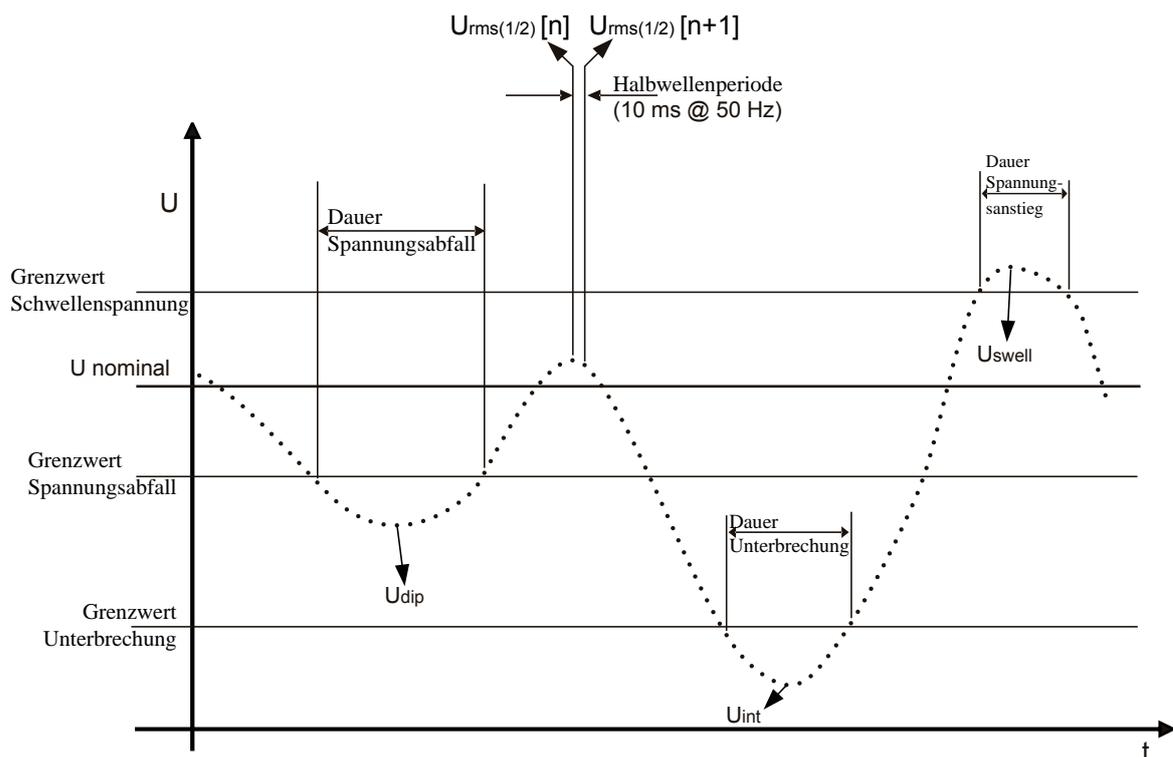

Abbildung 5.8 Definition Spannungsereignisse
- Bei Einphasensystemen beginnt ein Spannungsabfall, sobald die Spannung $U_{Rms(1/2)}$ den Schwellenwert für den Spannungsabfall unterschreitet, und er endet, wenn die Spannung $U_{Rms(1/2)}$ größer gleich dem Schwellenwert für den Spannungsabfall plus 2% der Hysteresespannung ist (s. Abbildung 5.8)
- Bei Einphasensystemen beginnt ein Spannungsanstieg, sobald die Spannung $U_{Rms()}$ den Schwellenwert für den Spannungsanstieg überschreitet, und er endet, wenn die Spannung $U_{Rms(1/2)}$ kleiner gleich dem Schwellenwert für den Spannungsanstieg plus 2% der Hysteresespannung ist (s. Abbildung 5.8)
- Bei Einphasensystemen beginnt eine Spannungsunterbrechung, sobald die Spannung $U_{Rms(1/2)}$ den Schwellenwert für die Spannungsunterbrechung unterschreitet, und sie endet, wenn die Spannung $U_{Rms(1/2)}$ größer gleich dem Schwellenwert für die Spannungsunterbrechung plus Hysterese ist (s. Abbildung 5.8),